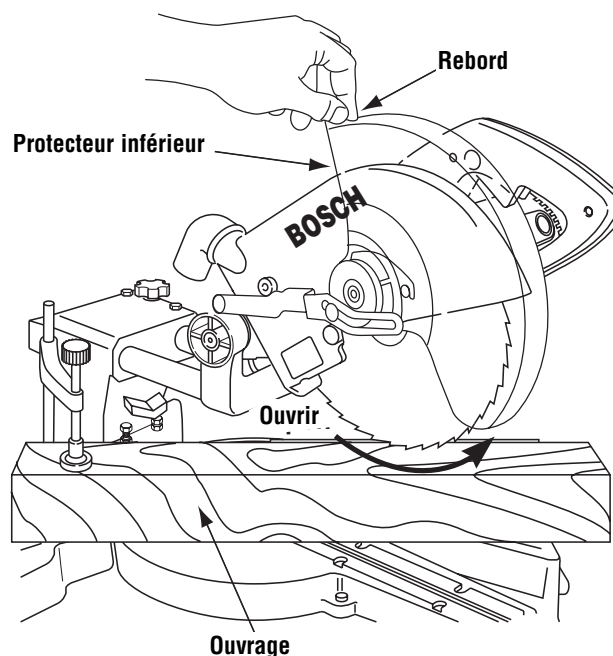

Figure 19. Levée du protecteur inférieur
- L'ouvrage doit être cramponné solidement. Ceci libère une main pour soulever le protecteur par le rebord suffisamment pour passer à côté de l'ouvrage (Figure 19).